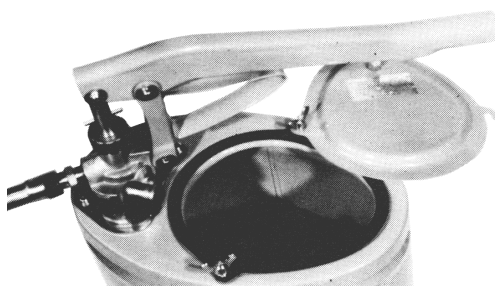

Fig.3
- 3) ハンドルを下げ、右方向に強く押してハンドルの位置を約45°位ずらしてください。（Fig.3）